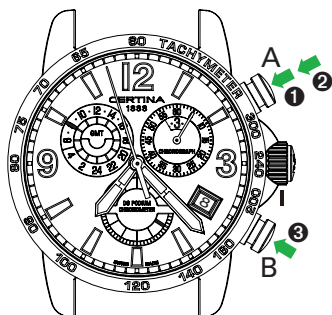

Fig. 1
**Lectura del tiempo 1 (según la fig. 1)**